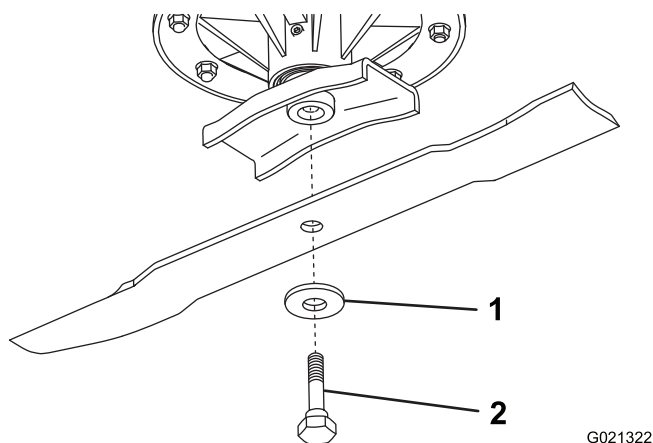

Figura 27
- Fixe a extremidade da lâmina utilizando um pedaço de tecido ou uma luva grossa. retire o parafuso especial, anilha de belleville e lâmina do conjunto do eixo (Figura 27).